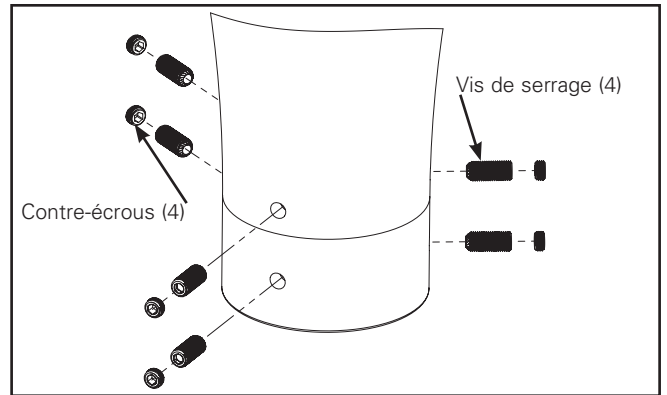

Figure 4.
- 6a. Installez quatre vis de serrage de 3/8 24 x 0,375 po et serrez-les jusqu'à 18 Nm (160 po-lb). (Figure 4)
- 7a. Installez quatre contre-écrous de 3/8 24 x 3185 po et serrez-les jusqu'à 11.3 Nm (100 po-lb). (Figure 4)